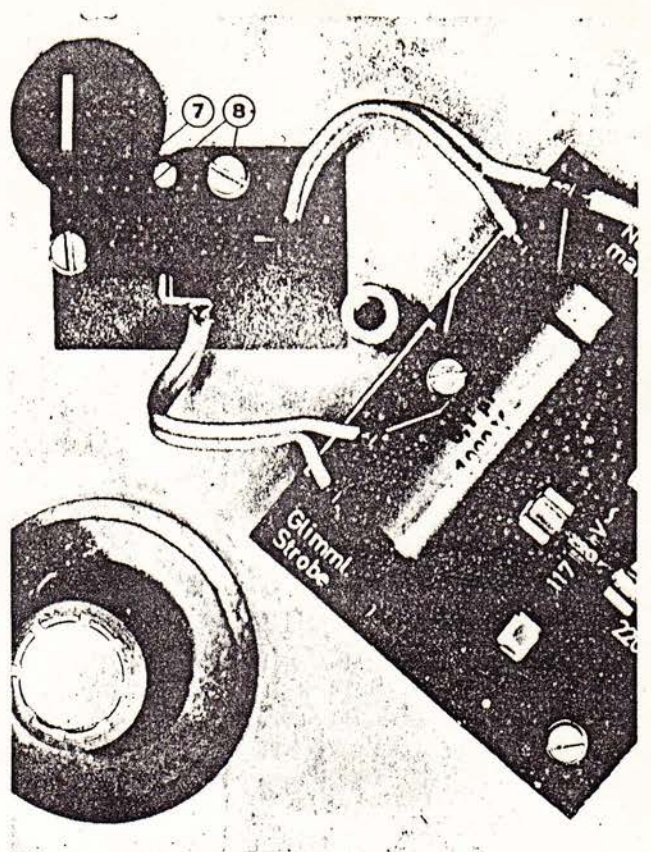

FIG. 5
The microswitch Fig. 5 (7) is attached by means of two 3 mm metrical screws Fig. 5 (8) which are screwed into a threaded plate behind the main chassis. After replacing the main switch it has to be adjusted in such a way that the switch lever positively actuates the switch.
Der Mikroschwitch Bild 5 (7) wird von zwei M3 Schrauben gehalten, Bild 5 (8), die in eine bewegliche Gewindeplatte hinter dem Unterchassis geschraubt sind. Nach dem Auswechseln des Netzschalters muss er derart justiert werden, dass das Schaltgestänge ihn in den Endstellungen der Schiebetaste einwandfrei ein-, bzw. ausschaltet.